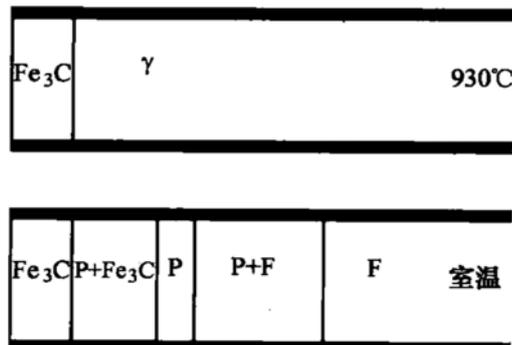

图 17-4 第三题第 1 小题解答图
(2) 根据冷速不同, 可能出现共晶反应, 得到 Ld; 得到的 P 层片细小; $\text{Fe}_3\text{C}_{\text{II}}$ 的析出将受到抑制, 甚至不析出。
(3) 如图 17-4 所示。